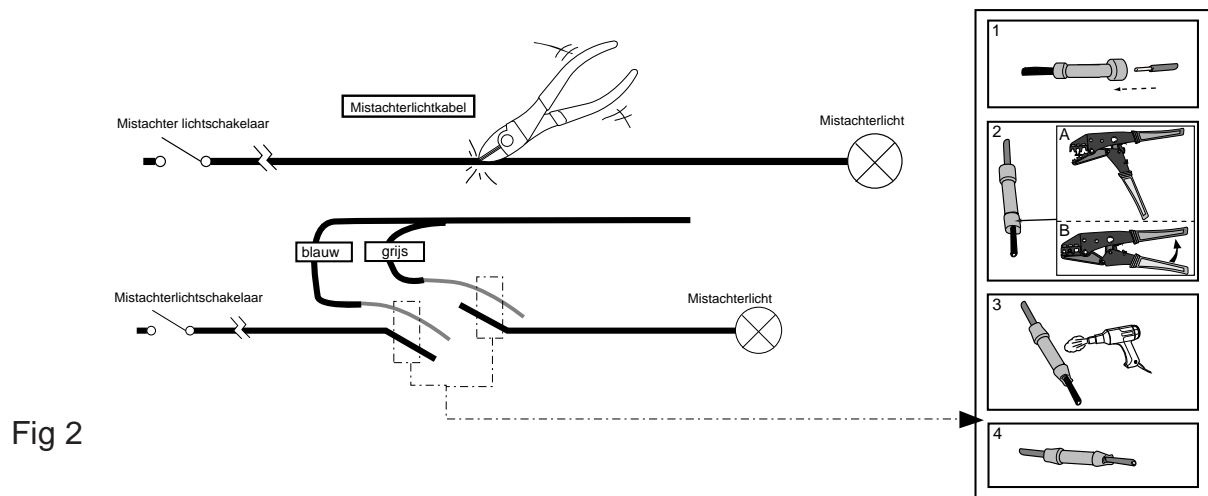

Fig 2
5. Aansluiten van de mistachterlichten: (Zie fig. 2)
5. Connecting the rearfoglights: see fig. 2